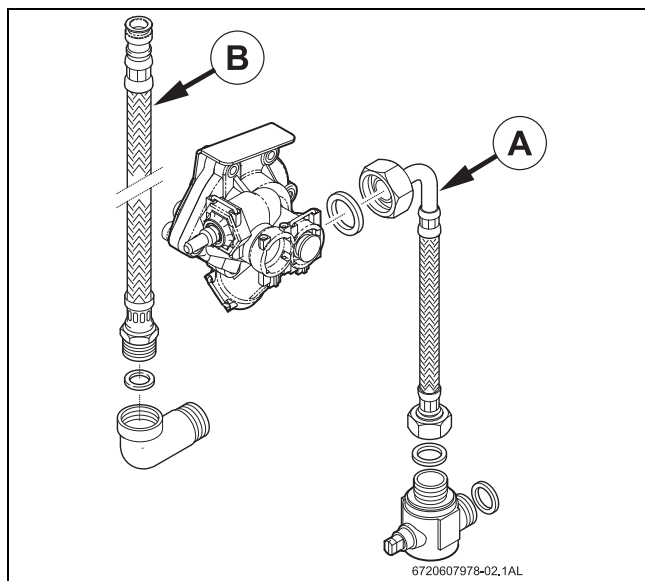

Fig. 5 Raccordement d'eau
- ▶ Identifier le tuyau d'eau froide (Fig. 5, élément A) et le tuyau d'eau chaude (Fig. 5, élément B), afin d'éviter l'éventualité d'une fausse connexion.